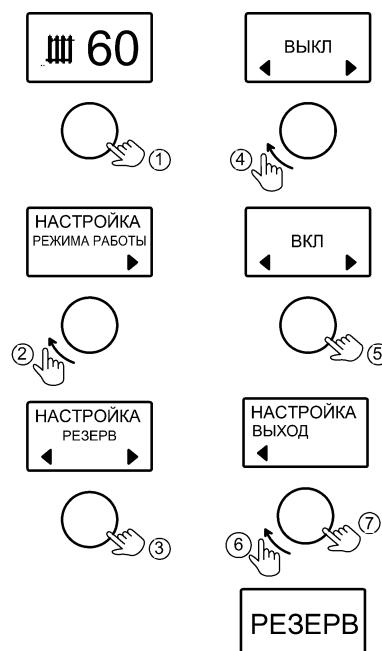
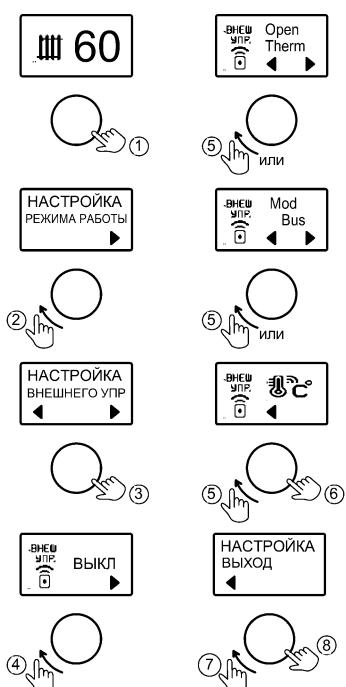

Рисунок 9
Рисунок 14.
**9.5 «РЕЗЕРВ»** - режим при котором котёл находится в ожидании включения нагрева. Активация и настройка указана на рис. 9. При активации котёл становится “резервным” и нагрев от него прекращается, работа циркуляционного насоса резервного котла приведена в п.10.6.
Во вкладке настраивается работа котла от внешних устройств по протоколам **OpenTherm**, **ModBus** (например **MYHEAT SMART**) или работа от внешнего термостата (см. рис.14). Подробнее с возможностями управления можно ознакомится в инструкциях на внешнее устройство. **В случае использования контроллера MyHeat**
Во вкладке активируется работа котла в режиме РЕЗЕРВ. При управление основным и резервным котлом через контроллер MyHeat по OpenTherm режим РЕЗЕРВ активируется автоматически (сигнал активации поступает от контроллера MyHeat) - в этом случае необходимо активировать внешнее управление по OpenTherm (см. рис. 14). В других случаях необходимо активировать режим согласно рис. 9.